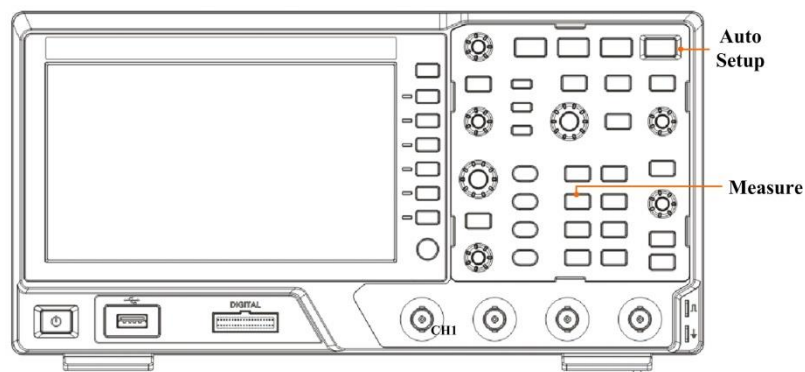

图 12.7 接入方波信号
- 1、通道 1 接入峰峰值为 3V 左右，频率为 1MHz 带毛刺的方波信号，点击【Auto Setup】一键捕获波形，如图 12.7 所示；